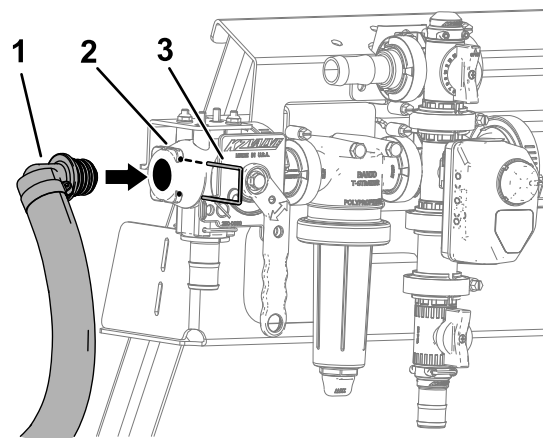

図 23
4. ホースクランプ1個をゆるめてホースに通す 図 23。
5. ホースの自由側をエダクタバルブに取り付けてリテーナピンで固定する 図 23。